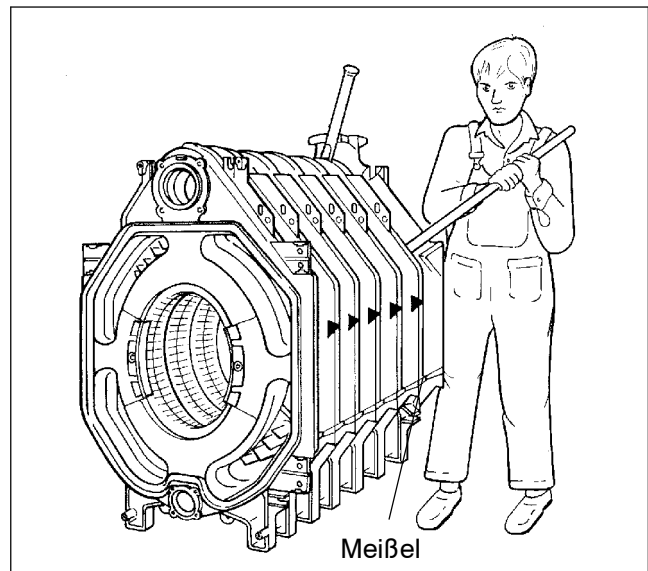

Abb. 16
- Durch Eintreiben (Einschlagen) von Flachkeilen an den vorgesehenen Stellen, (Meißel) oben und unten zwischen den Gliedern, den Kessel an der undichten Stelle trennen (Abb. 16).